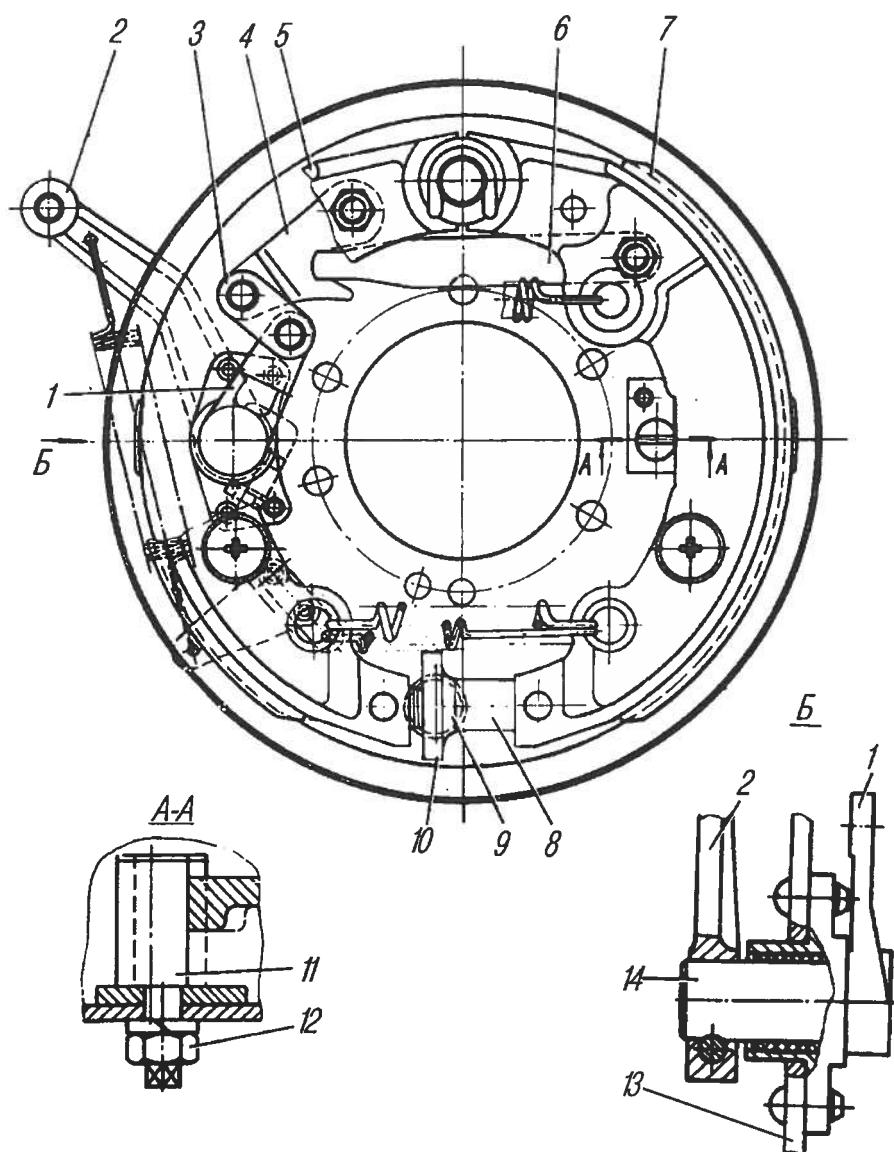

Рис. 79. Тормоз стояночный:
При торможении усилие передается от регулировочного рычага 11 (рис. 79) через рычаг 10, серыгу 12 на разжимной рычаг 13.
3. Отрегулировать зазор между правой колодкой и барабаном, для чего ослабить на пол-оборота стопорную гайку 8 (см.рис. 79) на эксцентриковом пальце 9 со стороны щита и, поворачивая палец ключом по часовой стрелке, установить зазор 0,3–0,5 мм. Зазор проверять щупом через щель в отражателе тормоза. Стопорную гайку затянуть, предотвращая поворот пальца.